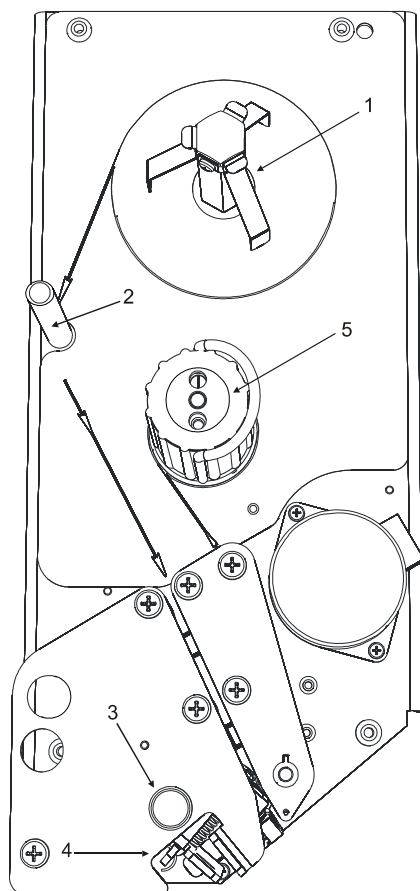

Рис. 11
- для весов ШТРИХ-ПРИНТ, ШТРИХ-ПРИНТ М и ШТРИХ-ПРИНТ Ф1 нажмите кнопку открытия головки принтера **3** до щелчка, кнопка останется утопленной, см. рисунок 11;
- для весов ШТРИХ-ПРИНТ, ШТРИХ-ПРИНТ М и ШТРИХ-ПРИНТ Ф1 сведите рычаги закрытия головки принтера **4** до щелчка, см. рисунок 11;